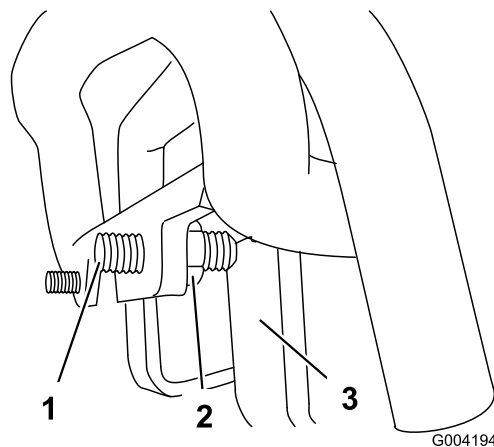

Figura 58
3. Se la macchina devia verso **sinistra**, allentate il controdado **destro** e regolate la vite di arresto sulla parte anteriore del comando della trazione (Figura 58).
4. Se la macchina devia verso **destra**, allentate il controdado **sinistro** e regolate la vite di arresto sulla parte anteriore del comando della trazione (Figura 58).